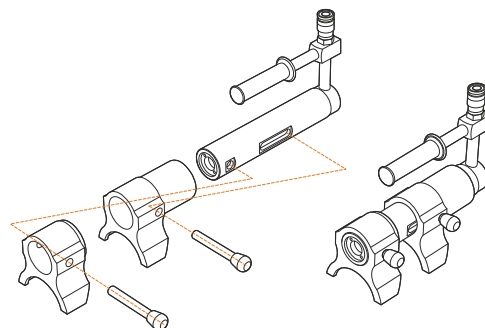

Рис. 4.5.6
- Подготовить гидравлический инструмент к работе: установить на гидроцилиндре опорную и подвижную губки, закрепить их фиксаторами (рис. 4.5.6).